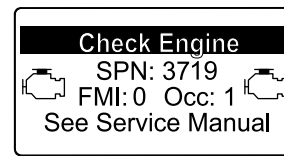

Figura 79
- Advertencia del motor SPN 3719, FMI 0 (Figura 79)